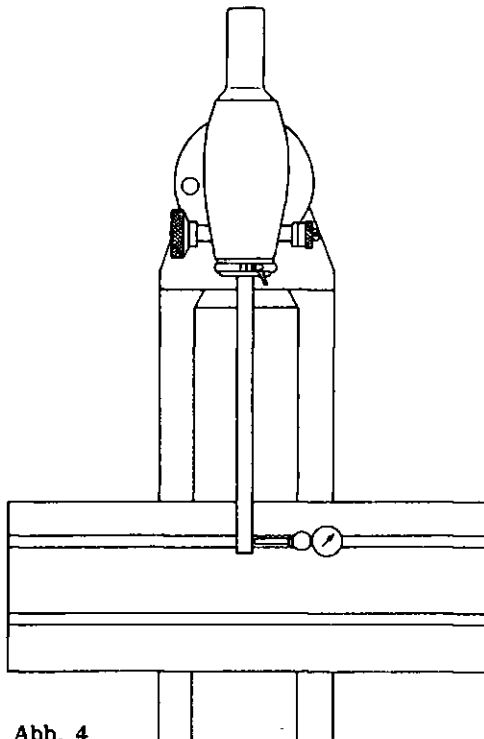

Abb. 4
c) Genaues Ausrichten der Senkrechtstellung (Abb. 4)
- 1) Das Ausrichten der Fräskopfspindel auf genaue Senkrechtstellung erfolgt wie in Abb. 4 angegeben.